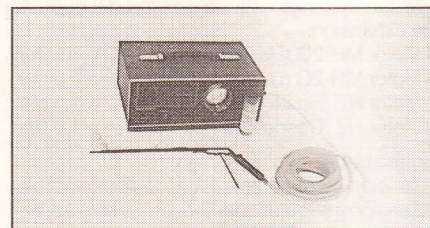

Fig. 2.161
VAG 1363A. Analizador de monóxido de carbono (CO) (Fig. 2.161).